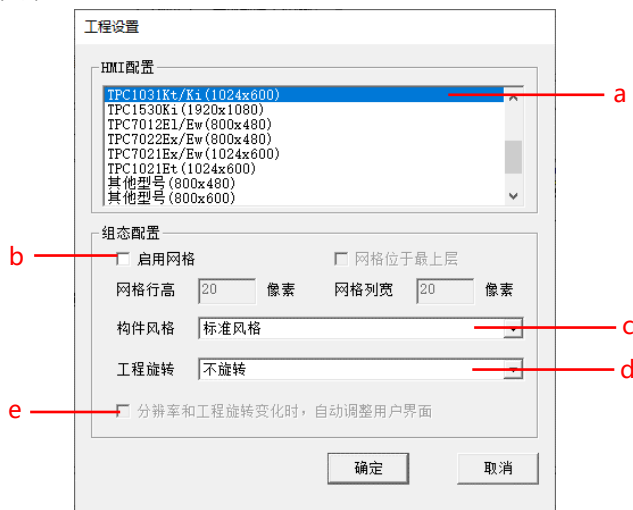

图 2.4-1 新建工程设置
- ① 运行 McgsPro 组态软件；
- ② 依次点击菜单栏【文件】→【新建工程】，或者直接在工具栏单击图标 ，进行新建工程；
- ③ 如图 2.4-1 所示，依次设置新工程的 HMI 配置、组态配置参数（包括网格、构件风格、工程旋转），设置完成后，点击【确定】，完成新建工程操作。
- 工程新建完成后，图 2.4-1 中所有的参数设置，均可通过【文件】→【工程设置】重新修改。